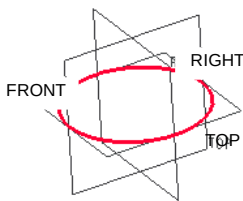
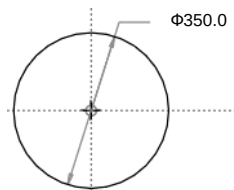

图 4.4.26 草绘 1
图 4.4.27 截面草图
Step2. 创建图 4.4.26 所示的草绘 1。在操控板中单击“草绘”按钮；选取 FRONT 基准平面为草绘平面，选取 RIGHT 基准平面为参考平面，方向为右，单击按钮进入草绘环境，绘制图 4.4.27 所示的截面草图。